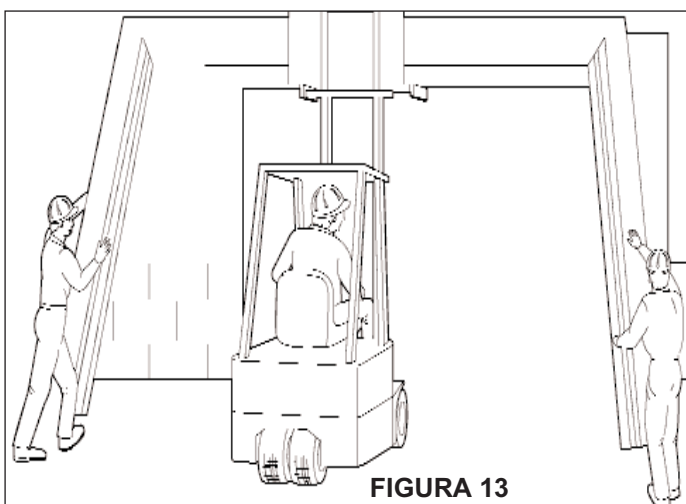

FIGURA 13
tuerza los sujetadores de la viga, Figura 13.
3. Asegurarse de que los marcos laterales se deslicen con facilidad sobre el suelo cuando este levantando. Puede ser provechoso que una persona camine por cada lado guiando un marco, Figura 13.